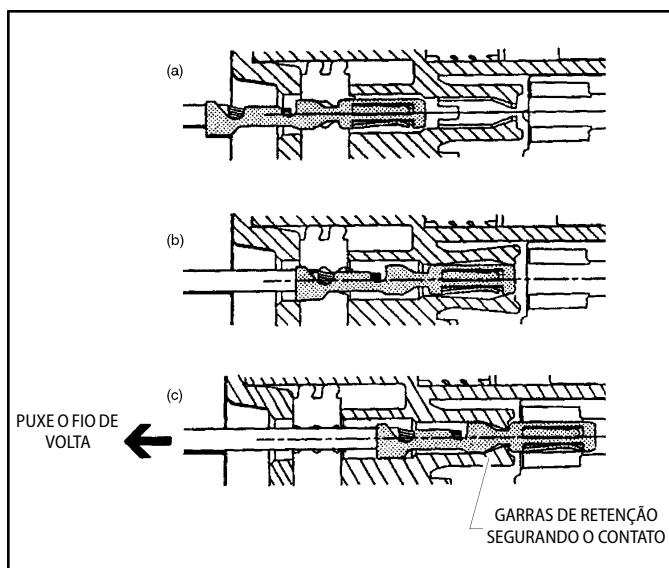

Figura 7-7. Montagem do conector (2 de 4)
1. Para inserir um contato, empurre-o direto na cavidade do circuito adequado até onde for possível (Consulte Figura 7-7. Montagem do conector (2 de 4)).
2. Puxe o fio de contato de volta com força de 1 ou 2 lb. para verificar se as garras de retenção estão prendendo o contato (Consulte Figura 7-7. Montagem do conector (2 de 4)).